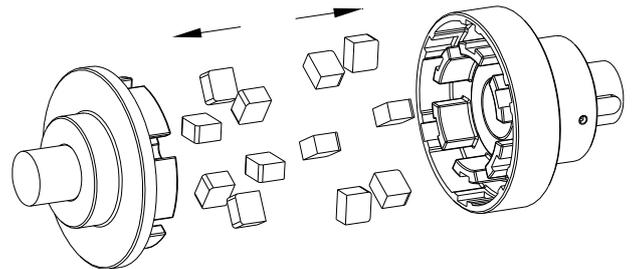

Figura 10: montaje de los elementos elásticos
- Inserte los elementos elásticos en la sección de levas y portadora (ver figura 10).